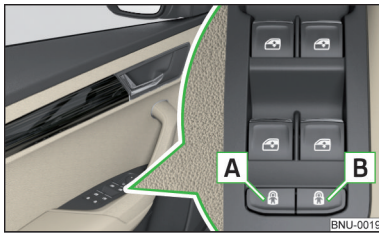

Abb. 52
- Zum **Ein-/Ausschalten** der Kindersicherung in der **linken** Hintertür die Taste  in der Fahrertür drücken » Abb. 52.